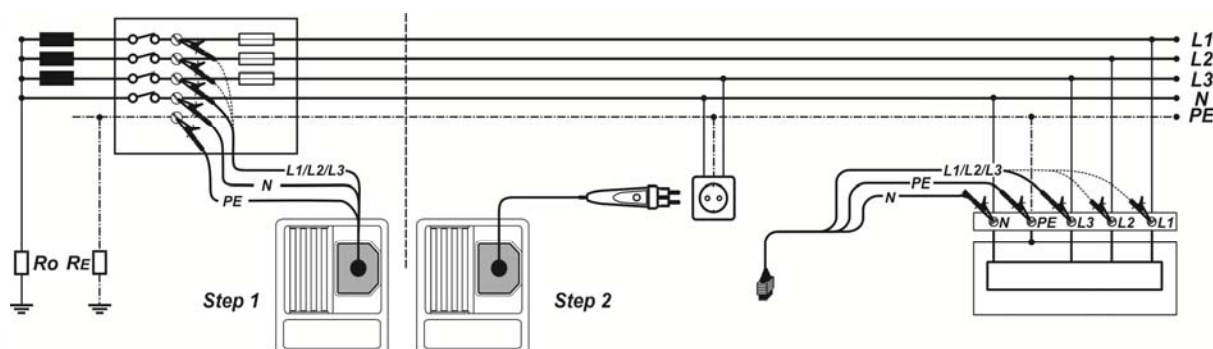

Abbildung 5.30: Spannungsabfallmessung Phase-Neutraleiter oder Phase-Phase – Anschluss des Commander-Prüfsteckers und der Dreileiter-Prüfleitung
- **Schließen** Sie die Prüfleitungen am Referenzpunkt der elektrischen Anlage **an** (siehe Abbildung 5.30).
- **Schließen** Sie die Prüfleitungen an den Prüfpunkten **an** (siehe Abbildung 5.30).